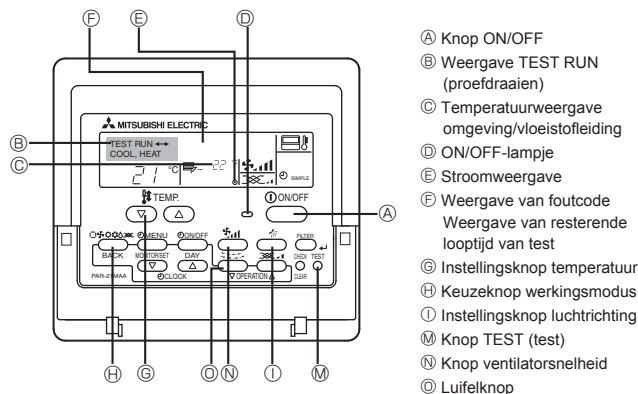

Fig. 7-1
7.2.1. Afstandsbediening met draad (Fig. 7-1)
- ① Schakel het apparaat minimaal 12 uur voor het proefdraaien in.
- ② Druk tweemaal op de toets [TEST]. ➡ "TEST RUN" in het LCD-venster
- ③ Druk op de toets [Mode selection] (Moduskeuze) en schakel over naar de werkstand koelen (of verwarmen).